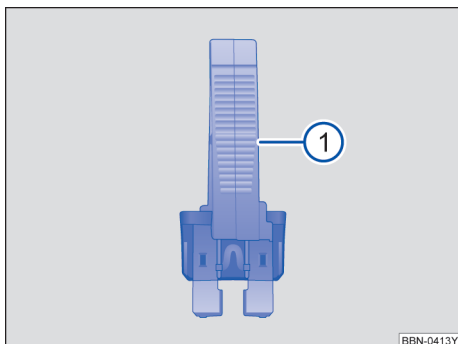

图 120 用塑料夹钳拔出或插入保险丝：扁平插入式保险丝
- 必要时将塑料夹钳 → 图 120 从相应保险丝盒的盖板中取出。